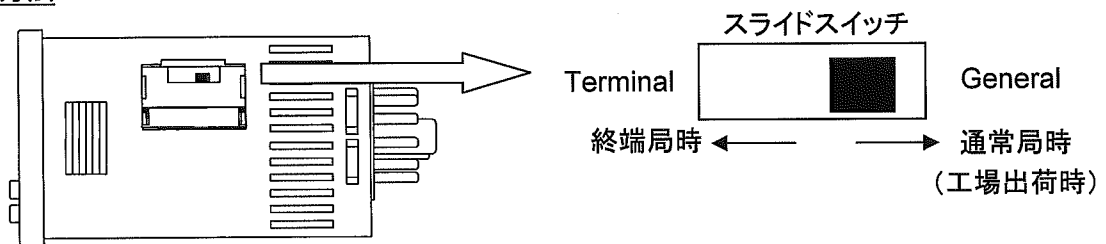

図 2
- 2) 終端局のエコパワーメータは、本体横のスライドスイッチを切り替えてください。(図 2)